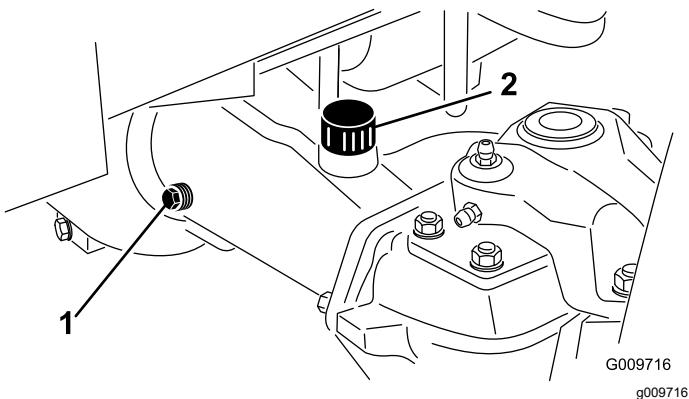

Figure 57
- Enlevez un bouchon de contrôle à une extrémité du pont et vérifiez que le lubrifiant atteint la base de l'orifice (Figure 57).